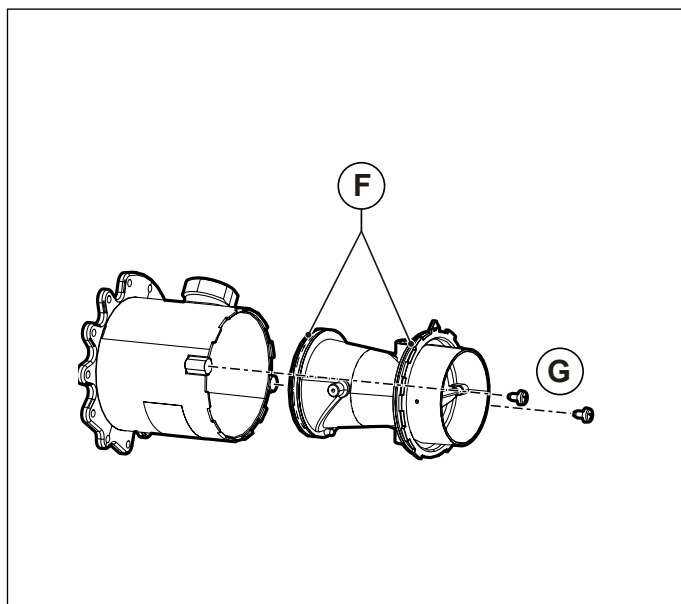

Fig. 36 Corpo de plástico do misturador
- Retire o corpo de plástico do misturador, desatarraxando os dois parafusos de fixação **G** (veja Fig. 36 Corpo de plástico do misturador).
- Atarraxe o corpo de plástico ao misturador com os parafusos de fixação **G** tendo cuidado para não danificar as juntas o-ring **F** e respeitar o sentido de montagem (veja Fig. 36 Corpo de plástico do misturador e Fig. 37 Orientação de montagem).